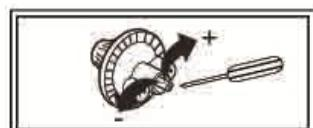

Fig.10
- 2- Ouvrir en vissant en sens horaire jusqu'à le réglage va joindre la quantité nécessaire. (Fig.10)